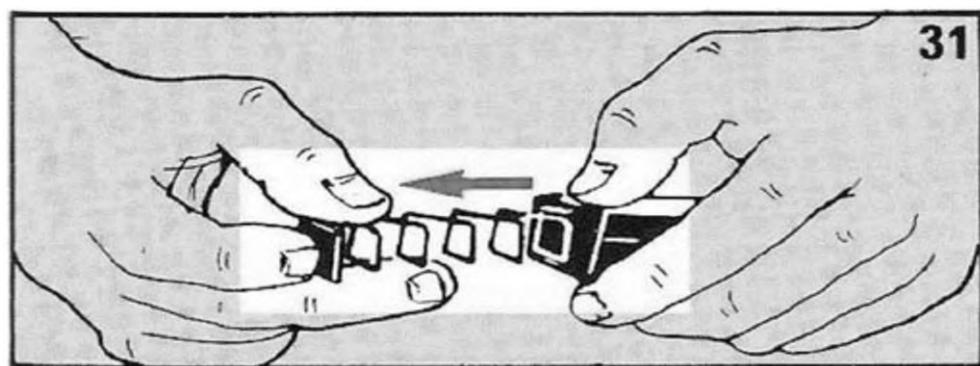

Рисунок 4.35 – Порядок вилучення пружини із корпусу магазина
- 6) використовуючи обидві руки, послабте пружину і вийміть з корпусу (рисунок 4.35).